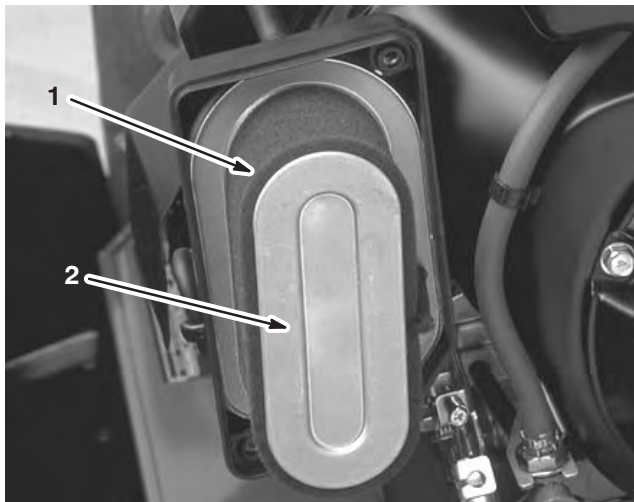

Bild 30
4. Wenn das Schaumfilterelement verschmutzt ist, nehmen Sie es vom Papierelement ab (Bild 30) und säubern Sie es gründlich.